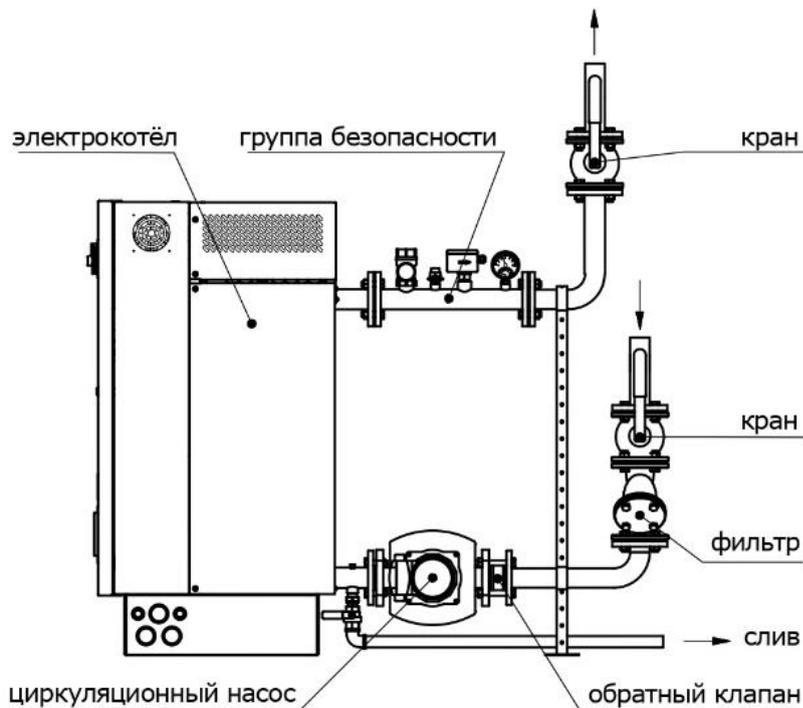

Рис. 5
6.6. Группа безопасности должна быть установлена только на выходном патрубке котла (см. рис. 5). Монтаж группы безопасности на обратном трубопроводе нарушает требование Ростехнадзора к водогрейным котлам по установке предохранительного клапана только на подающем трубопроводе и на минимальном расстоянии от котла, а установка реле протока на обратном трубопроводе может привести к аварийной ситуации при работе электродкотла в режиме резервного управления – нагрев включится в начале заполнения электродкотла теплоносителем (см. рис. 6).
6.11. Перед циркуляционным насосом обязательно должен быть установлен фильтр грубой очистки с размером ячеек сетки фильтрующего элемента не более 500 мкм, обратный клапан (при параллельном подключении нескольких электродкотлов) и кран (см. рис. 5).